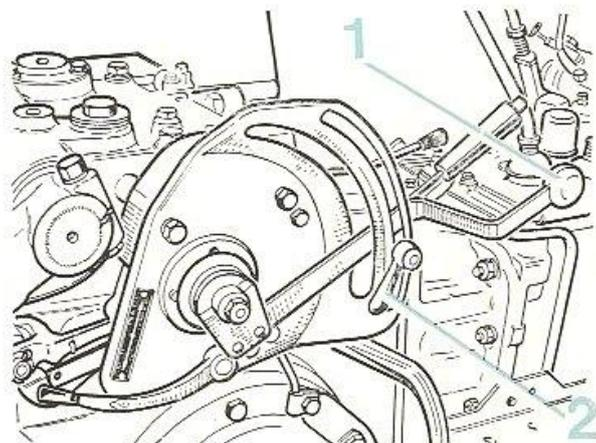

FIG. 49
— Fixation de la profondeur de travail par la butée (2) fig. 49. Ne pas oublier qu'il est toujours préférable pour, à l'attaque d'une nouvelle raie, retrouver rapidement la profondeur de travail que l'on s'est fixée d'abaisser le levier de commande (1) fig. 49, jusqu'au bas du secteur, en le déplaçant latéralement au passage de la butée, pour le ramener ensuite sous cette dernière. On profite ainsi au maximum du poids de l'outil ce qui ne manque pas de faciliter la pénétration.